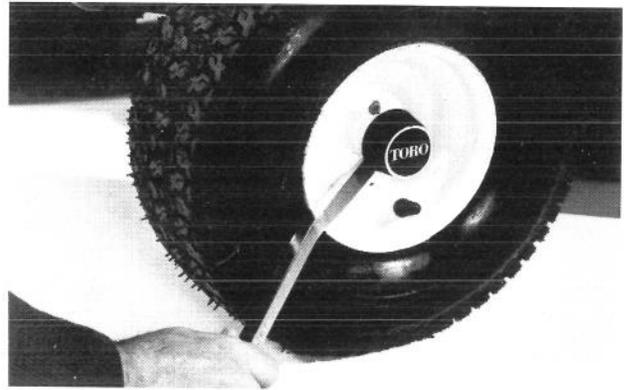

Abbildung 30
3. Die Nabenkappe mit Hilfe eines Brecheisens von der Achse entfernen (Abb. 30).
4. Den Splint und die Unterlegscheibe (Abb. 30) sowie das Rad von der Achse entfernen.